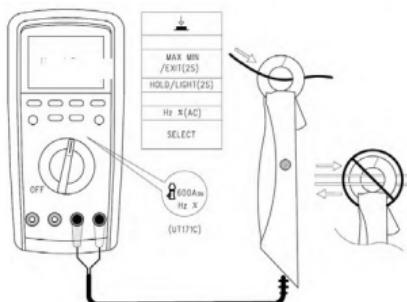

Figura 11
9. Medición de pinza de corriente externa de 60A/600A (Figura 11)
Presione el botón RANGE para comutar entre rangos de medición 60A/600A, presione SELECT para seleccionar la medición con pinza de corriente CA y CC (Figura 11), utilice la pinza de corriente continua en los accesorios y realice la medición según la figura.